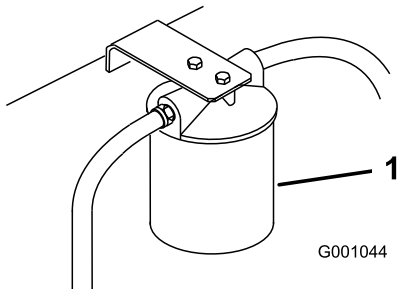

Figure 76
4. Placez un bac de vidange sous le filtre, déposez le filtre usagé et essuyez la surface du joint de l'adaptateur (Figure 76).